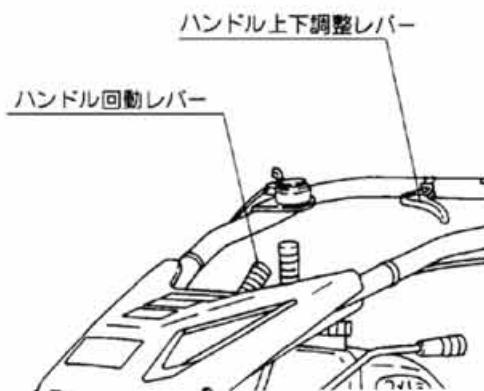

図25
①ハンドル左右の調整は、ハンドル回動レバーを下方向に押して（ハンドルを少し持ち上げると楽に動きます）左右方向に移動してください。（図25）
②ハンドル上下調節レバーを握りますとハンドルの高さを作業及び身長に合った位置でご使用ください。